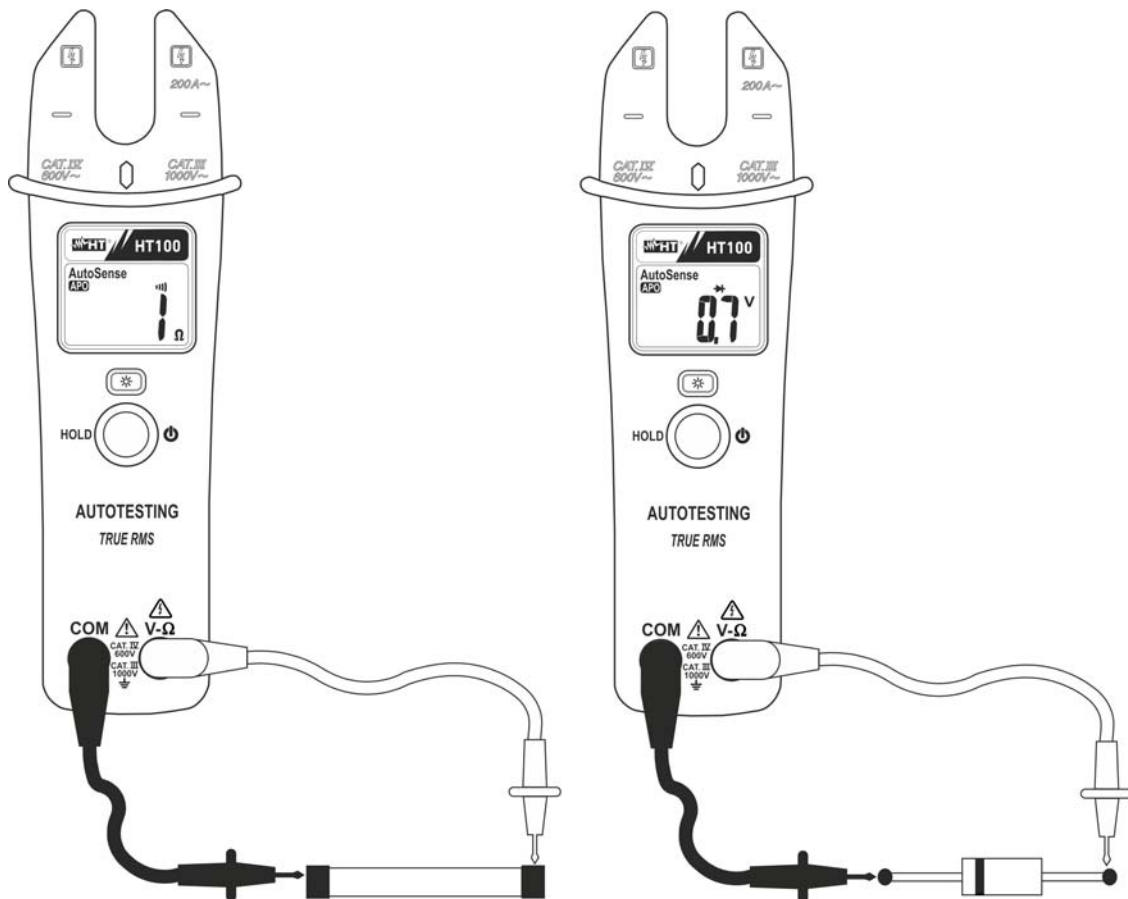

Fig. 6: Uso della pinza per test continuità e prova diodi
1. Inserire il cavo rosso nel terminale di ingresso **V-Ω** e il cavo nero nel terminale di ingresso **COM** ed eseguire il test di continuità sull'oggetto in prova (vedere Fig. 6 – parte sinistra). Il simbolo “•••” è mostrato a display e il cicalino emette un segnale acustico quando il valore della resistenza misurata è inferiore a circa 25Ω
3. Connettere il puntale rosso all'anodo del diodo e il puntale nero al catodo in caso di misura di polarizzazione diretta (vedere Fig. 6 – parte destra). Il simbolo “→|+” appare a display e la corrispondente tensione di soglia della giunzione P-N è mostrata a display. Invertire la posizione dei puntali in caso di misura di polarizzazione inversa